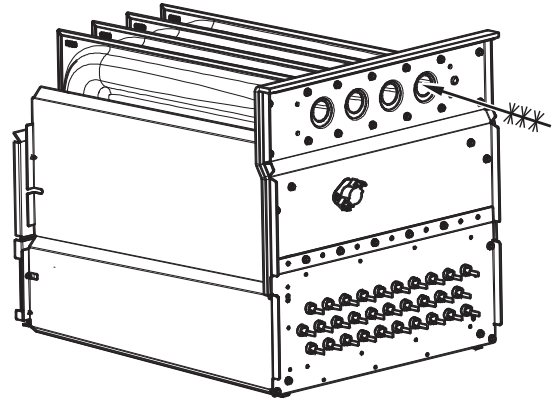

Fig. 70 – Limpieza de la celda del intercambiador de calor A11273SP
7. Limpie las aberturas del intercambiador de calor con un cepillo blando y una aspiradora. Consulte la Fig. 70.